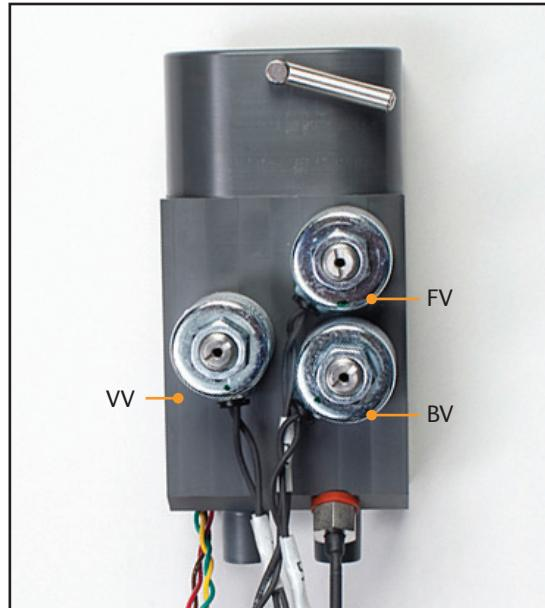

Fig. 8-62 Collecteur indiquant la position des 3 électrovannes (étape 8)
8. Lors de la réinstallation du faisceau de collecteur, noter la présence d'étiquettes sur le faisceau qui identifient les électrovannes (FV, BV, VV). Si les électrovannes ne sont pas dans la position indiquée, l'appareil ne fonctionnera pas correctement Fig. 8-62).